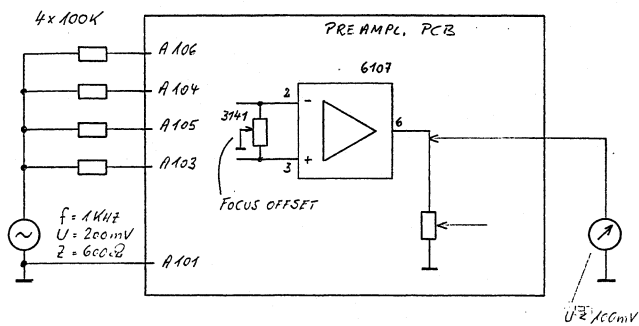

FIG. 1
- Anschlüsse nach Fig. 1 herstellen.